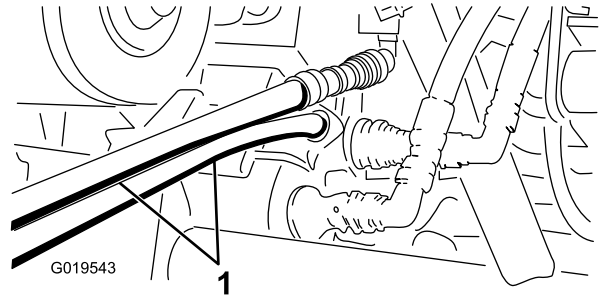

Figura 73
5. Na outra máquina, ligue as duas mangueiras ao acoplador que ainda se encontra no suporte de acoplamento (ligue a mangueira superior ao acoplador superior e a mangueira inferior ao acoplador inferior) (Figura 73).